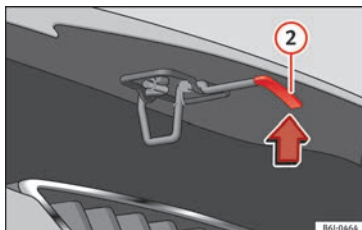

Fig. 9
- Sollevare il cofano: tirare verso l'alto la levetta sporgente da sotto il cofano del vano motore » **fig. 9 2**. Il cofano viene disimpegnato dal gancio che lo trattiene.